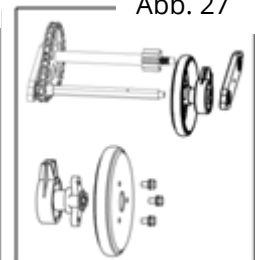

Abb. 27
5. Entfernen Sie die drei Schrauben, welche die Seitenplatten des Reibrads zusammenhalten, und ersetzen Sie nur den Gummiring. Siehe Abbildung 27.